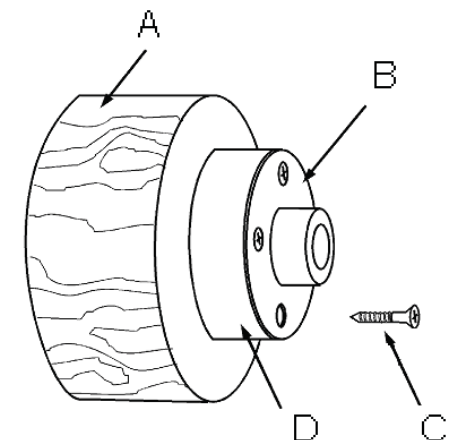

Рис. 14
- Закрепите заготовку (А, рис.14) с помощью 4х шурупов (С) к планшайбе.